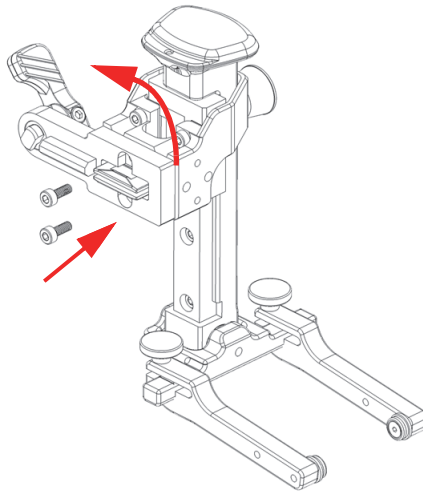

Рис. 2-21 Переключение кронштейна подпружиненного рычага
2. Поверните кронштейн подпружиненного рычага на 180 град. (Рис. 2-21 на стр. 52).
3. Установите оба винта на место (Рис. 2-21 на стр. 52).